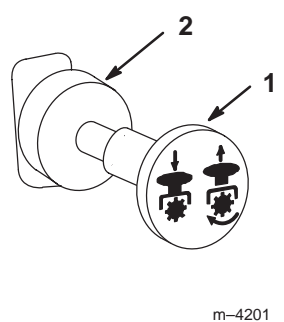

Figure 11
3. Placez la commande de prise de force (PDF) en position **désengagée** (Fig. 11).